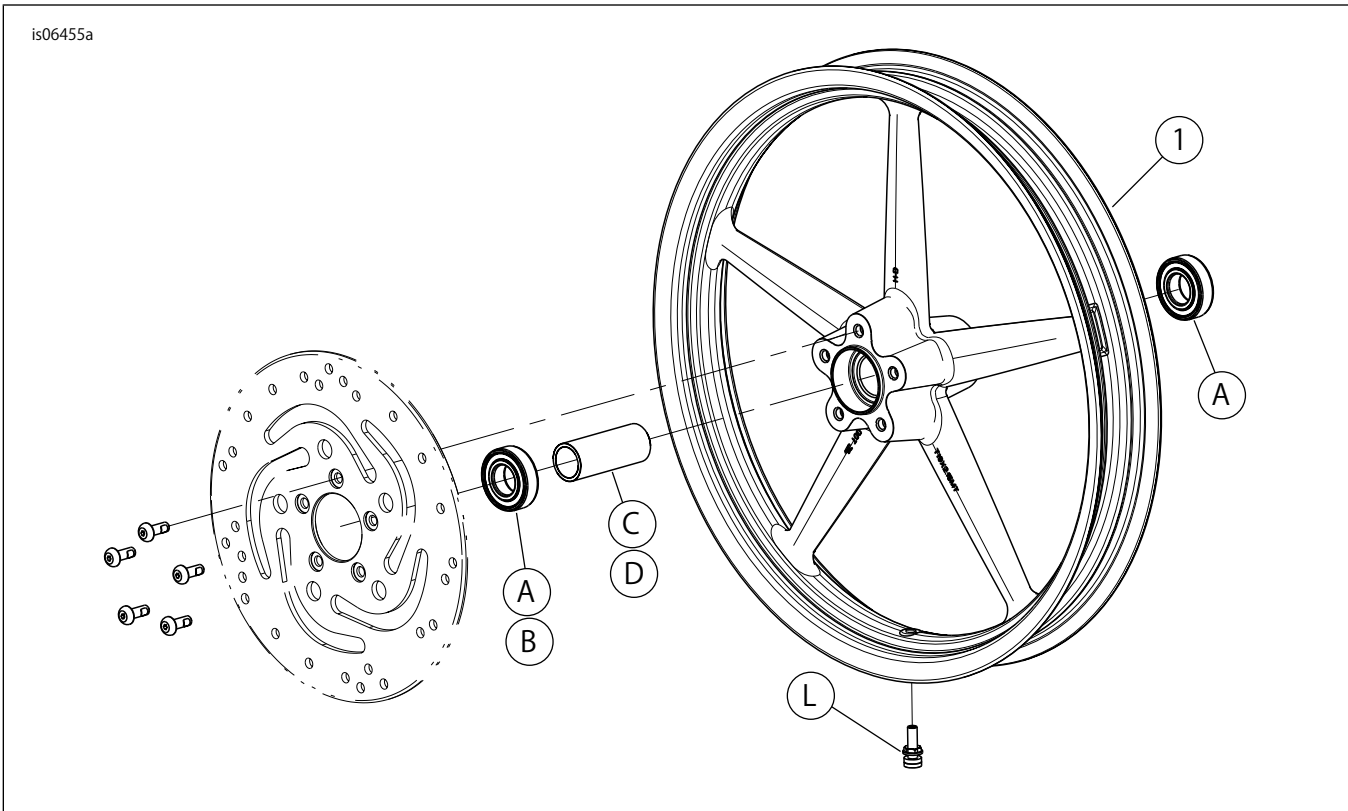

図2。交換用パーツ：フロントロッカーホイール
- 「図2」を参照してください。バルブシステムアッセンブリー(L)をホイールに取り付けます。サービスマニュアルの「タイヤ」を参照してください。